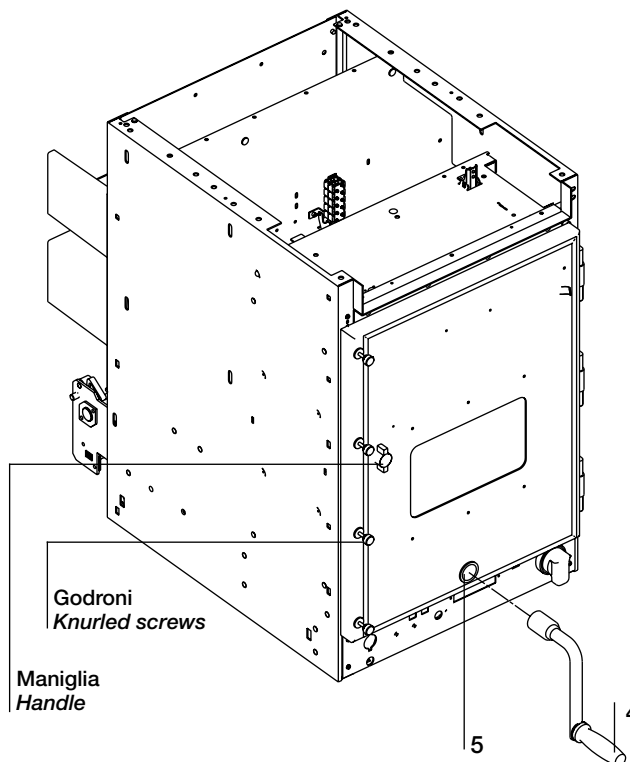
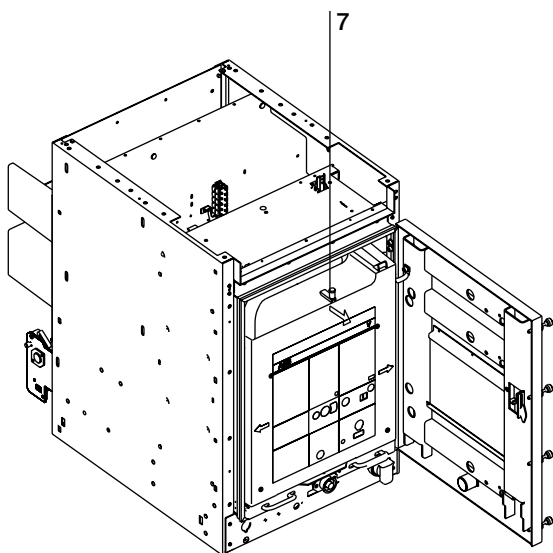
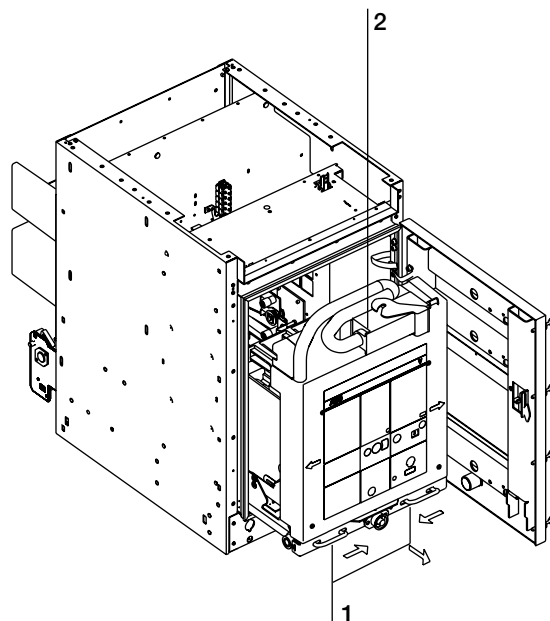

Fig. 10
Fig. 11
Fig. 12
(3) Passaggio dalla posizione di “sezionato in prova” a quello di “inserito” (fig. 10)
- Inserire a fondo la leva (4) nel corrispondente innesto (5) sulla porta e ruotarla (in senso orario) finché il contattore è completamente inserito.
(3) Passing from the “isolated for test” position to the “connected” position (fig. 10)
- fully insert the lever (4) in the corresponding coupling (5) on the door and turn it (clockwise) until the contactor is fully connected.
(1) Passaggio dalla posizione di “inserito” a quella di “sezionato in prova” (fig. 10)
- inserire a fondo la leva (4) nel corrispondente innesto (5) sulla porta del contenitore e ruotarla (in senso antiorario) finché il contattore si arresta.
Lo sforzo normale applicabile alla leva (4) (fig. 10) è 260 N. In ogni caso lo sforzo massimo applicabile è 400 N.
The normal force applied to the lever (4) (fig. 10) is 260 Nm. In any case, the maximum force which can be applied is 400 N.
- (2) *Passaggio dalla posizione di "sezionato in prova" a quella di "sezionato" (sconnessione degli ausiliari)*
- estrarre manualmente il connettore mobile (2) dal corrispondente fisso e posizionarlo come in fig. 12 sul piolo (7) di fig. 11.
- (3) *Passaggio dalla posizione di "sezionato" a "estratto" (fig. 12)*
- spostare contemporaneamente le due maniglie (1) verso l'asse mediano del contattore e contemporaneamente estrarre il contattore dal contenitore sistemandolo sull'apposito carrello.
- (2) *Passing from the "isolated for test" position to the "isolated" position (disconnection of the auxiliaries)*
- manually remove the mobile connector (2) from the corresponding fixed one and position it as shown in fig. 12 on the latch (7) of fig. 11.
- (3) *Passing from the "isolated" position to the "withdrawn" position (fig. 12)*
- move the two handles (1) simultaneously towards the median axis of the contactor and, at the same time, withdraw the contactor from the enclosure, placing it on the special truck.